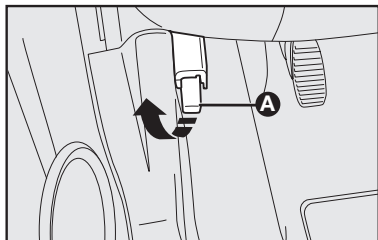

fig. 59
- jalar la palanca **A-fig. 59** en el sentido indicado por la flecha;